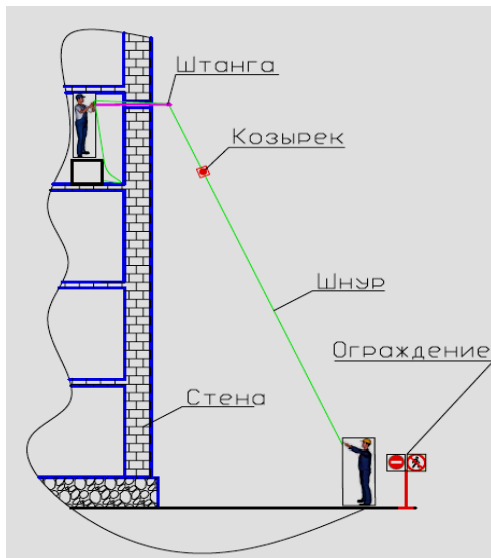

Рис.2.6.
2.13. Отойти от наружной стены на 5-10 метров и удерживать свободный конец шнура, не допуская приближения козырька к стене (см. рис.2.6).